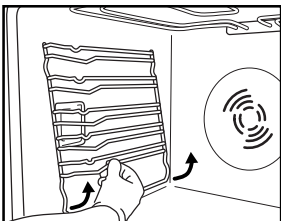

Fig. 3
1. Verwijder de zijroosters (Fig. 3).
2. Verwijder de zijroosters, indien aanwezig (Fig. 3).